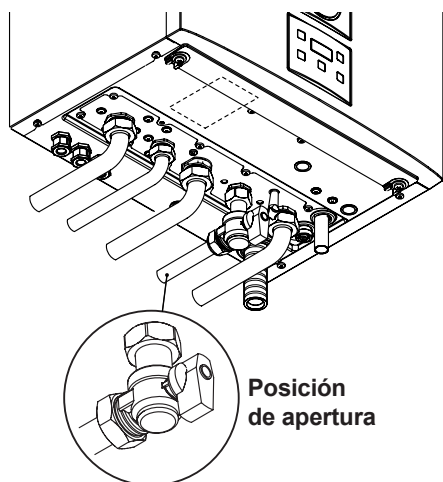

Figura 2.1
- Las llaves de la caldera deben estar abiertas Figura 2.1.